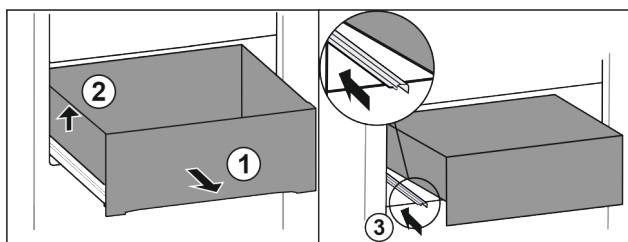

Fig. 62
- ▶ Dra ut utdragslåda fram till stopp. Fig. 62 (1)
- ▶ Lyft utdragslåda på vänster sida. Fig. 62 (2)
- ▶ Skjut in vänster skena. Fig. 62 (3)